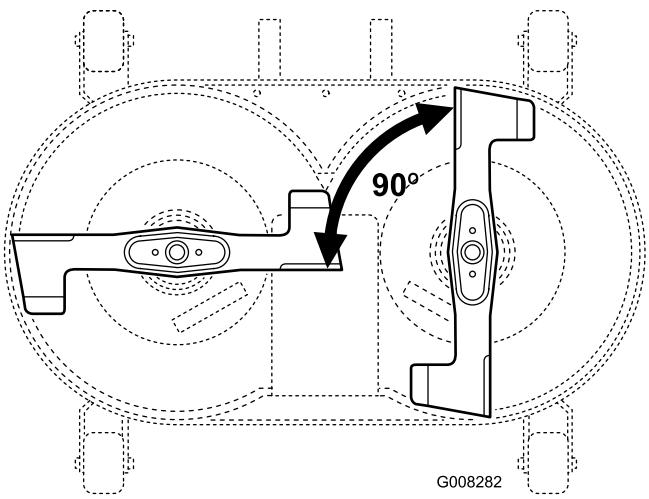

Figura 41
2. Posizionate le lame a 90° l'una dall'altra (Figura 41).